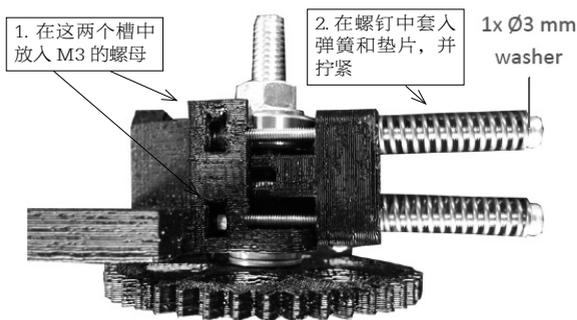

图 3-60 在 Wade Extruder Body 中装入 M4 的螺母
(4) 接着在 Wade Extruder Body 上面的两个槽中分别放入一个 M3 的螺母，然后将两个弹簧套入两根 M3*60mm 的长螺钉中，尾端用 $\text{Ø}3$ 的垫片进行封闭，最后穿过 Wade Extruder Body 和其中的 M3 螺母拧紧即可，如图 3-60 所示。